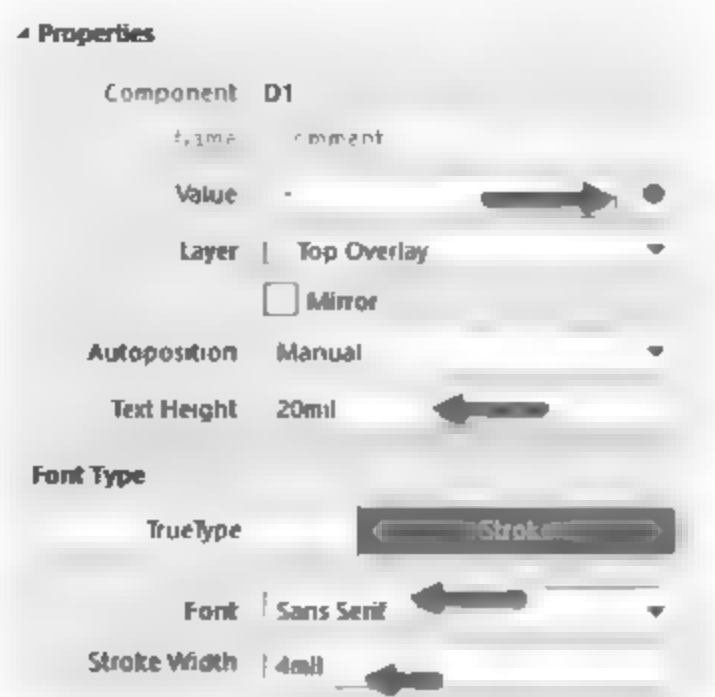

图 6-38 元件阻值属性编辑面板
(2) 进行阻值的属性设置。如图 6-38 所示,修改箭头所指属性。这样就可以将注释全部显示出来了。